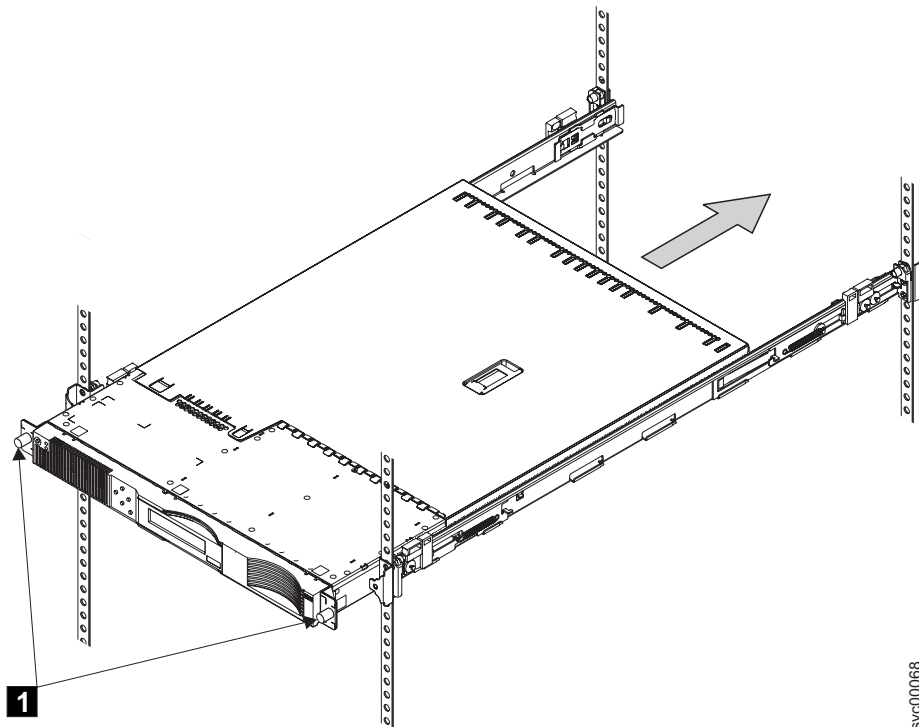

図 68. 前部ねじでの SAN ボリューム・コントローラー 2145-4F2 の取り付け
2. ラック前面にある 2 つのラッチをラッチして、SAN ボリューム・コントローラーをラックに取り付けます。SAN ボリューム・コントローラー 2145-4F2 の場合は、2 個の前部ねじ **1** を留めます。図 68 を参照してください。
注: レール・アセンブリーの前面の外観は、図 68 に示す前面とは異なります。